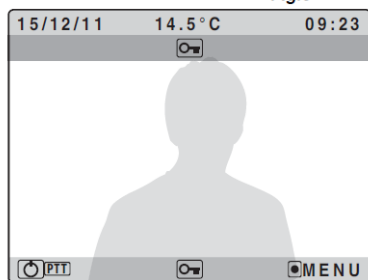

Fig.3b
- Om de deur te openen druk op de  knop Fig.3b.